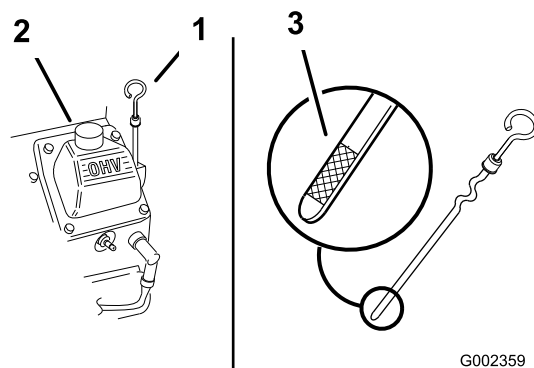

Figura 149
3. Limpie alrededor del tapón de llenado de aceite y la varilla (Figura 149).